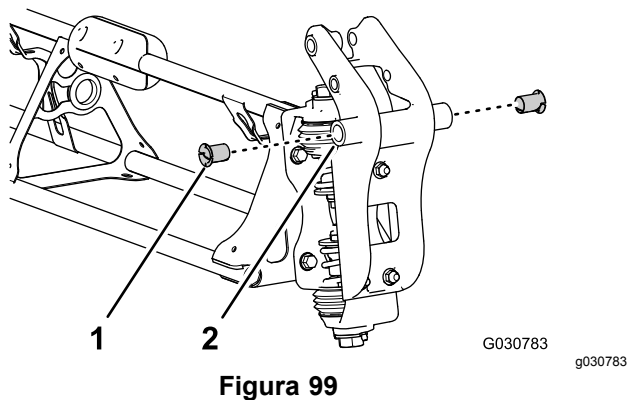

Figura 99
2. Insira casquilhos de flange de nylon no orifício com 31,8 mm em cada lado da união da articulação (Figura 99).